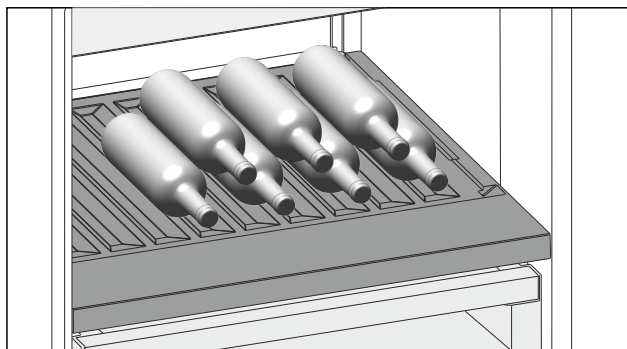

Fig. 166 Shembull ilustrues
- Shtri shishet me fundin të drejtuar në faqen e pasme të frigoriferit. (shihni Fig. 166)